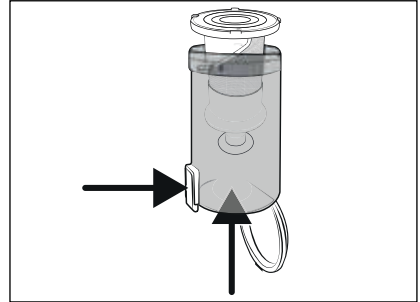

Fig. 23
- 3) Retirez le filtre en acier inoxydable **6** du bac à poussière **7**, en appuyant sur la touche de déverrouillage du couvercle du bac à poussière **8**. Glissez alors le filtre en acier inoxydable **6** hors du bac à poussière **7**, par le bas (voir fig. 23).